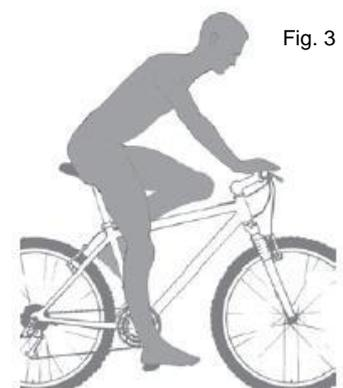

Fig. 3
1. In alto e in basso. Per verificare che l'altezza sia corretta (fig. 3):